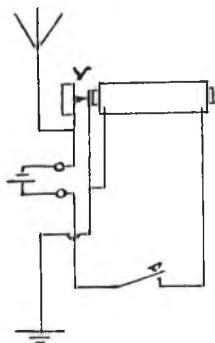

Fig. 3
2. Dezelfde als kleine draadlooze zender. (fig. 3). De bij v ontstaande verbrekingsvonk direct in de geleiding antenne-aarde geschakeld, wekt trillingen op in de eigen golflengte der antenne.